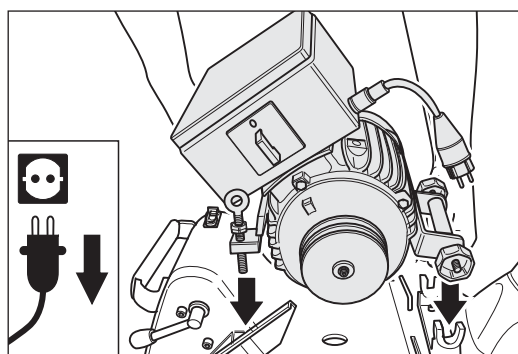
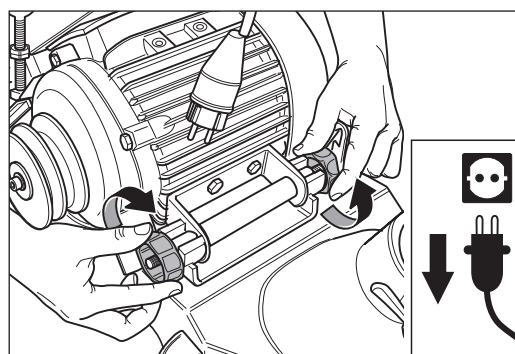

Abb. 53 Den Motor in den Motorlagerbock einsetzen.
Abb. 54 Die beiden Motormuttern leicht anlegen beziehungsweise festziehen.
- 5 Setzen Sie den Motor in den Motorlagerbock ein (Abb. 53) und legen Sie die beiden Motormuttern leicht an (Abb. 54).
- 7 Ziehen Sie die beiden Motormuttern fest (Abb. 54).